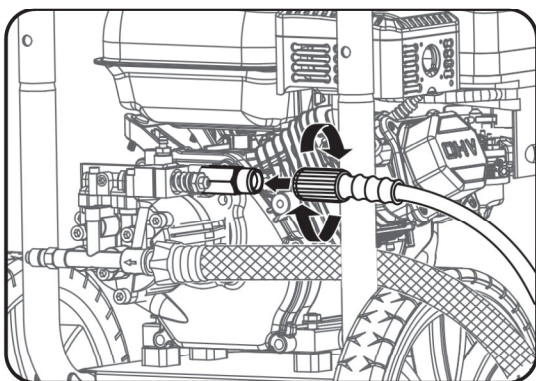

Fig.10
H. RACCORDER LE TUYAU HAUTE PRESSION À LA POMPE (Voir fig. 10)